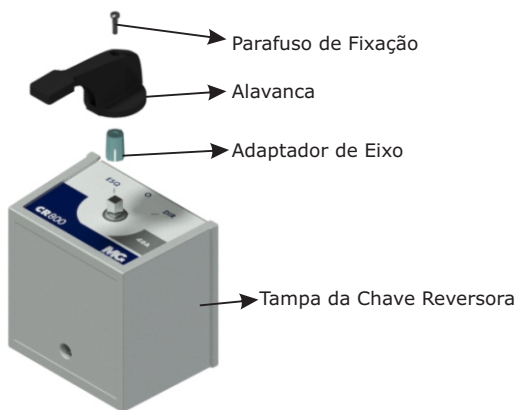

FIGURA 1
- Proceda com a montagem da alavanca da chave reversora conforme figura 1.